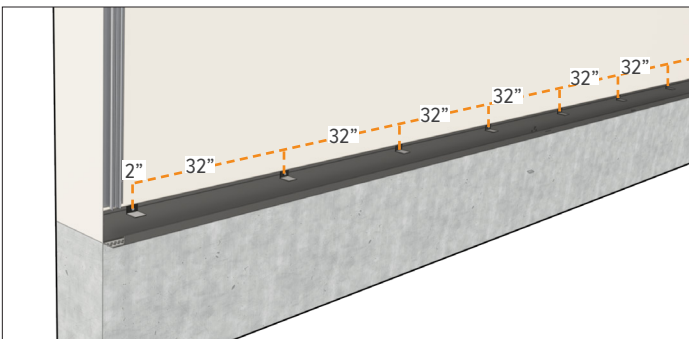

Figure 16.3
- Fixez le profilé de départ perforé J à l'aide de fixations posées à travers les renforts de panneau dans la ligne de fixation du profilé de départ J à 32" de distance et 2" maximum des extrémités. (Figure 16.3)